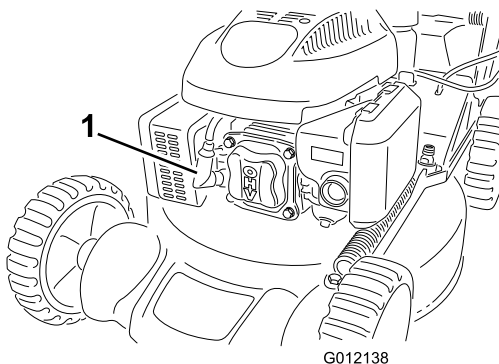

Bild 18
2. Ziehen Sie das Zündkabel von der Zündkerze ab, bevor Sie Wartungsarbeiten ausführen (Bild 18).